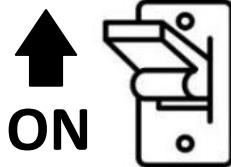

Fig.2
- Collegare alla rete elettrica il riscaldatore a cui si vuole abbinare il rilevatore ST15 Fig.2
- Connect the heater to which the ST15 detector is to be installed to the mains Fig.2